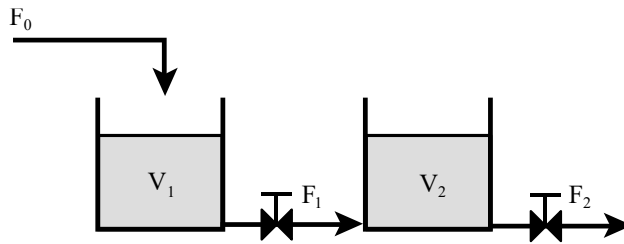

Figura 2: Tanques en serie interactiva.
- Repita las actividades del punto anterior, pero esta vez considere que los tanque están en serie interactiva (Figura 2).